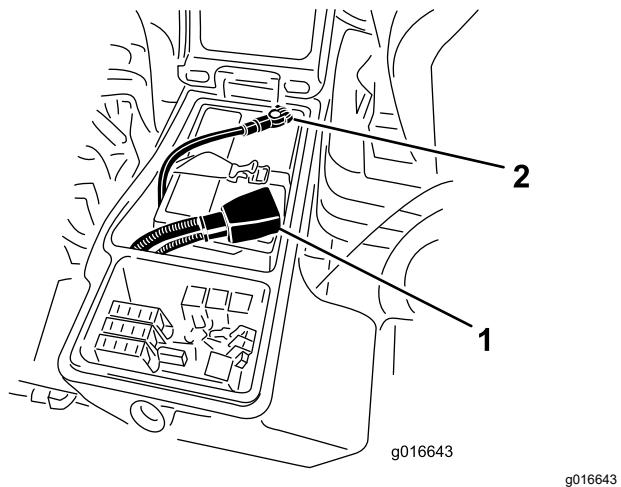

Figura 86
3. Desconecte el cable negativo de la batería (Figura 86).